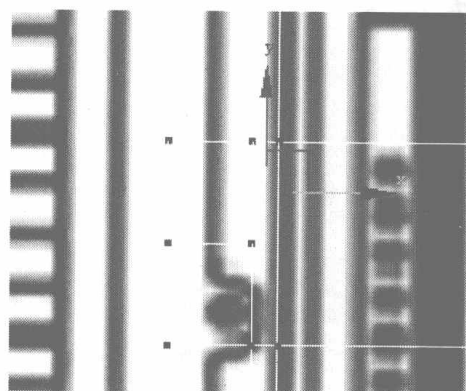

图 6.472
- 78** 切换为节点编辑，在 Front 视图中框选如图 6.472 所示的节点，单击右键，在弹出的快捷菜单中选择 **Connect** 命令，在节点之间添加一条细分线。